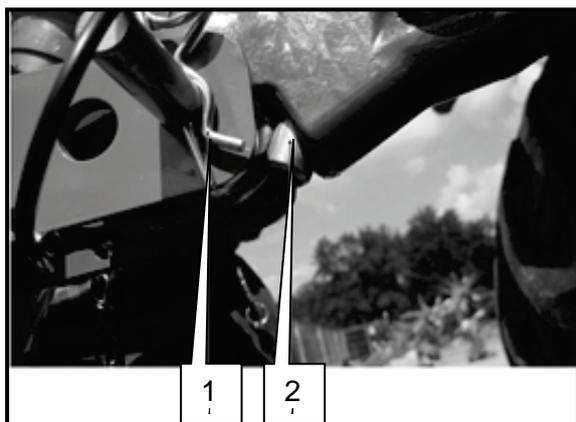

Fig. 50 El brazo superior está engatillado
- Preste también aquí atención a que el gancho de seguridad engatille correctamente (Fig. 50).